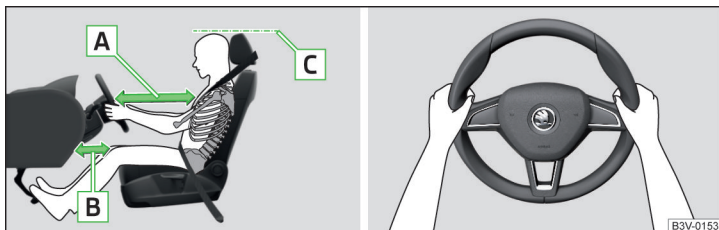

Fig. 23 Poziția corectă a scaunului șoferului/Poziția corectă la volan
- ✓ La autovehicule cu airbag pentru genunchii șoferului, reglați longitudinal scaunul șoferului în așa fel, încât distanța de la picioare la planșa de bord să fie de minim 10 cm » fig. 23 - B în zona airbagului pentru genunchi.
- ✓ Reglați volanul în așa fel, încât distanța dintre volan și torace să fie de cel puțin 25 cm » fig. 23 - A.
- ✓ Reglați tetiera astfel încât marginea superioară a tetierei să se afle, pe cât posibil, la aceeași înălțime cu partea superioară a capului dumneavoastră (nu este valabil pentru scaunele cu tetieră integrată) » fig. 23 - C.
- În timpul mersului volanul trebuie ținut cu ambele mâini, de partea exterioară laterală, în poziția „orei 9” și „orei 3” » fig. 23. Nu țineți niciodată volanul în poziția „ora 12” sau în altă poziție (de exemplu de centrul volanului, de marginea interioară etc.). În caz contrar, în cazul declanșării airbagurilor, se poate provoca accidentarea gravă a mâinilor, brațelor și a capului.
- ✓ Reglați tetiera astfel încât marginea superioară a tetierei să se afle, pe cât posibil, la aceeași înălțime cu partea superioară a capului dumneavoastră » fig. 23 la pagina 26 - **C** (nu este valabil pentru scaunele cu tetieră integrată).
- ✓ Reglați tetierele astfel încât marginea superioară a tetierei să se afle la aceeași înălțime cu partea superioară a capului dumneavoastră » fig. 23 la pagina 26 - **C**.